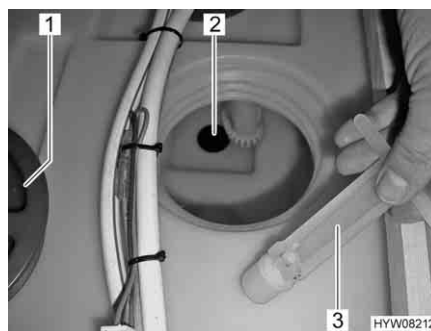

Fig. 159 Serbatoio dell'acqua, tappo di chiusura
- Svitare il coperchio (Fig. 159,1) del serbatoio dell'acqua.
- Inserire il tappo di chiusura (Fig. 159,3) nell'apertura di scarico (Fig. 159,2).